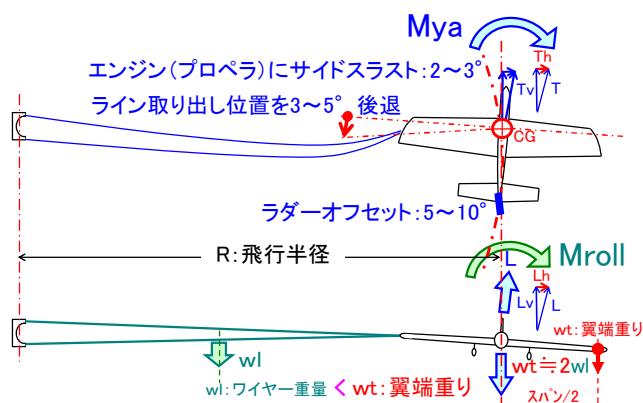

図5 ラインの重量と空気抵抗対策
- ① 外翼端にライン重量の約 2 倍の重りを搭載する
- ② エンジンに 2 ~ 3° のオフセット角を付ける
- ③ ラダーを 5 ~ 10° 外側に向ける
- ④ ラインに 3 ~ 5° の後退角を付ける（ライン取り出し位置を重心位置より後退させる）（図5 参照）